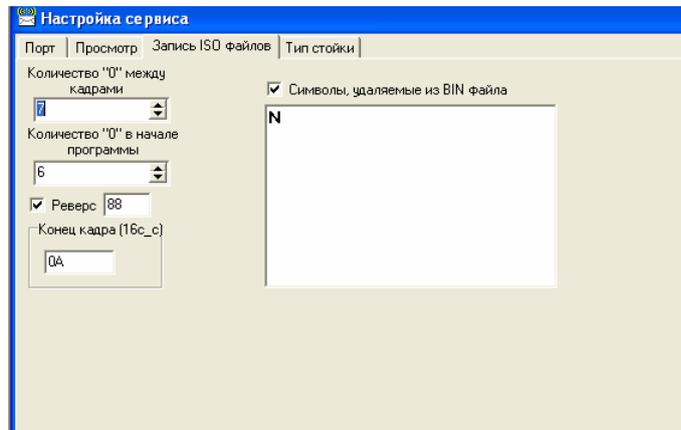

Рисунок 2. Окно «Настройка сервиса». Страница «Запись ISO файлов»
5.3 Страница "Запись ISO файлов" - установка параметров ISO файлов (рисунок 2).